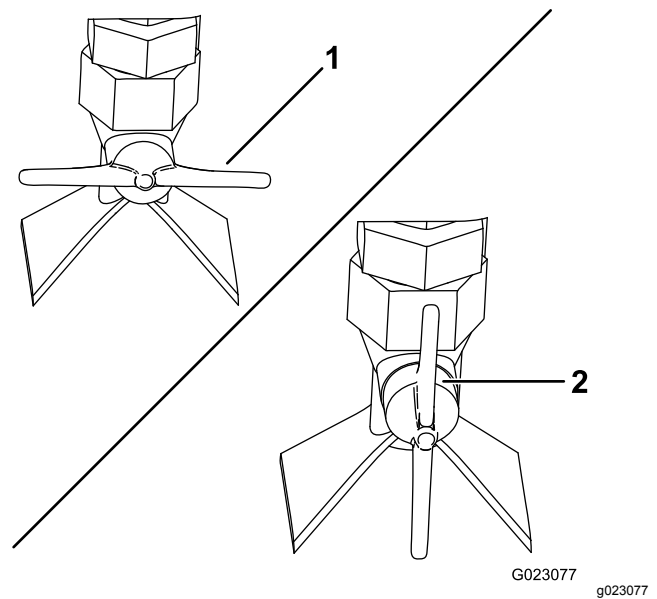

Figura 70
- Para rociar en forma de abanico, ponga la válvula situada en el lateral de la boquilla en posición horizontal (Figura 70).
- Para aplicar un chorro, ponga la válvula situada en el lateral de la boquilla en posición vertical (Figura 70).